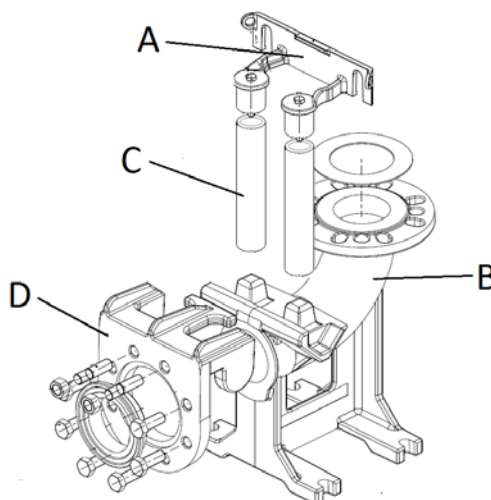

Abb. 5
- Den Verankerungs-Bügel der Rohrführungen (Abb. 5 - Pos. A) am Rand des Beckens befestigen.
- Den Stützfuß zur automatischen Koppelung (Abb. 5 - Pos. B) am Boden des Abflußschachtes positionieren und mittels dem Senkblei überprüfen, dass die konischen Vorsprünge zum Einstecken der Rohrführungen mit den entsprechenden Vorsprüngen des Verankerungs-Bügels des Beckenrandes perfekt rechtwinklig sind. Es ist auch die Ebenheit mittels einer Wasserwaage zu überprüfen.
- Die Position der Ösen am Stützfuß markieren und dann die exakte Länge der Führungsrohre messen (Abb. 5 - Pos. C).
- Den speziellen Gleitflansch (Abb. 5 - pos. D) auf die Auslassöffnung der Pumpe montieren und das Seil oder die Kette an die Griffe oder Schlitze am oberen Teil des Gehäuses anhaken.